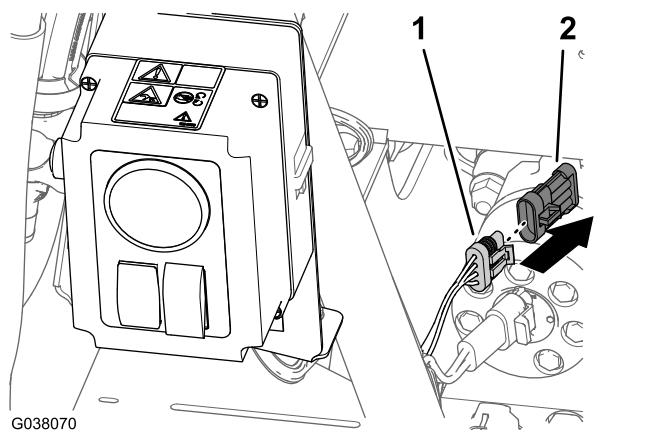

Figure 118
1. À l'arrière de la machine, retirez le capuchon du connecteur à 4 douilles du faisceau arrière de la machine étiqueté HOSE REEL (dévidoir) (Figure 118).